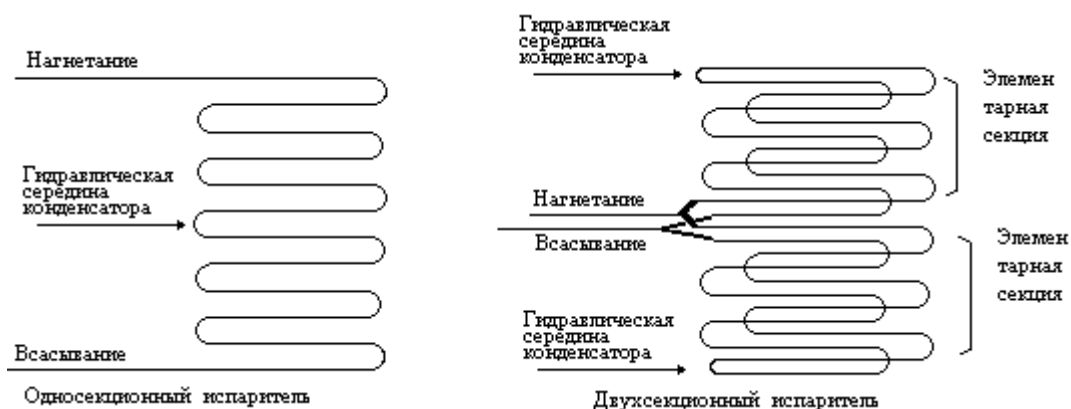

Рис. 4.
**Термодатчик должен быть закреплен в гидравлической середине конденсатора.** Допустимое отклонение  $\pm$  один калач. Гидравлической серединой будем называть половину длины змеевика одной секции конденсатора. На рис. 4. показаны случаи с одно и двухсекционными испарителями. В случае с "X" - секциями существует